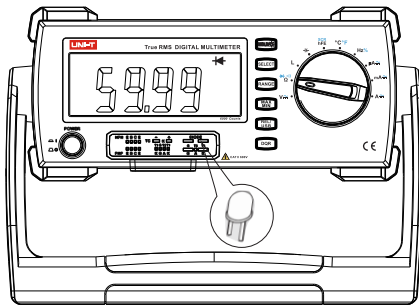

图3
- 使用UT-S03A(Muti-Function Socket)插到台式机正确的位置:(如图3)